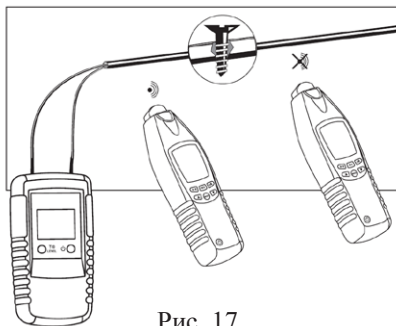

Рис. 17
- k. Прекращение звукового сигнала свидетельствует о переходе через место короткого замыкания в кабеле (см. рис. 17).